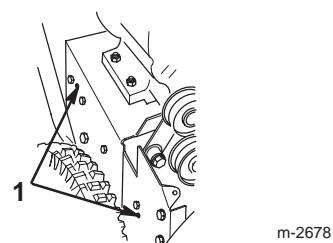

Figure 32
18. Replacez les 2 vis de fixation de l'ensemble bras de frein de tarière. Vérifiez que les ergots sont bien engagés dans les trous du côté gauche de la déneigeuse (Fig. 32).
14. Replacez les 2 vis de fixation de l'ensemble bras de frein de tarière. Vérifiez que les ergots sont bien engagés dans les trous du côté droit de la déneigeuse (Fig. 32).